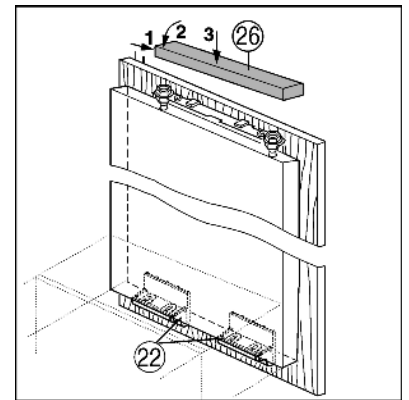

Fig. 19
- ▶ Poser, puis clipser le cache supérieur Fig. 19 (26).
- ▶ Rabattre les équerres de fixation Fig. 19 (22) vers le haut.